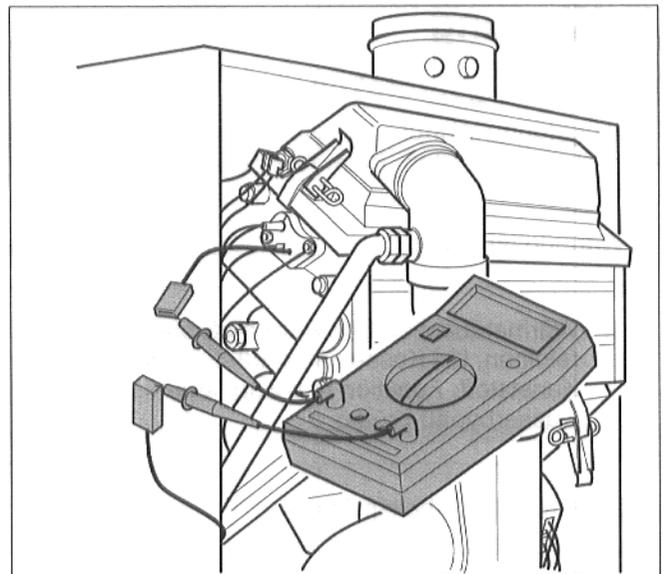

Abb. 28 Ionisationsstrom messen
- Steckverbindung des Überwachungskabels lösen und Meßgerät in Reihe anschließen (Abb. 28). Am Meßgerät den μA -Gleichstrombereich wählen. Das Meßgerät muß eine Auflösung von mindestens $1 \mu\text{A}$ haben.